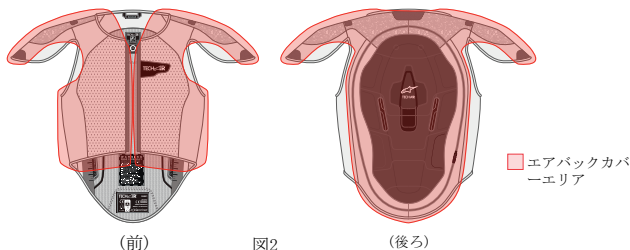

図2
Tech-Air™ レースエアバックシステムは図2で示されるエアバックエリアにおいてユーザーを衝撃から守ります。
**警告！** Tech-Air™ レースエアバックシステムは図2に示されたエアバックカバーエリアにおいて受ける衝撃においてのみ防護します。Tech-Air™ レースエアバックシステムはこのカバーエリア内外で、予防しうる傷害（重傷または死亡傷害においても）を予防の保証はしません。